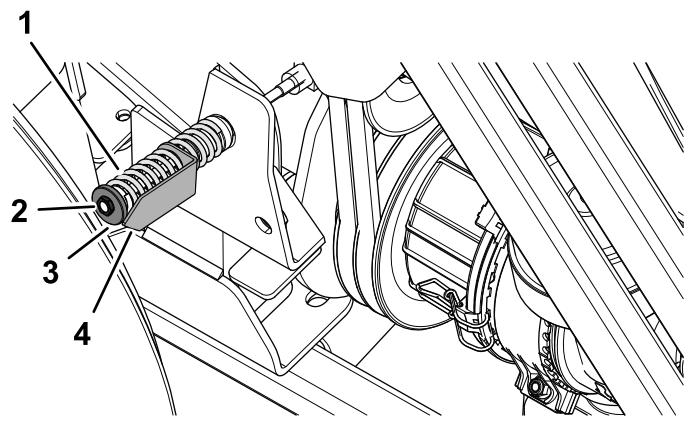

Figura 89
5. Se necessario, ruotate il dado del tensionatore della puleggia tendicinghia finché la freccia dell'indicatore di tensione non si allinea con la superficie esterna della rondella (Figura 89).
8. Allentate il dado del tensionatore della puleggia tendicinghia; fate riferimento alla Figura 89 in **Controllo della tensione della cinghia della PDF (pagina 70)**.